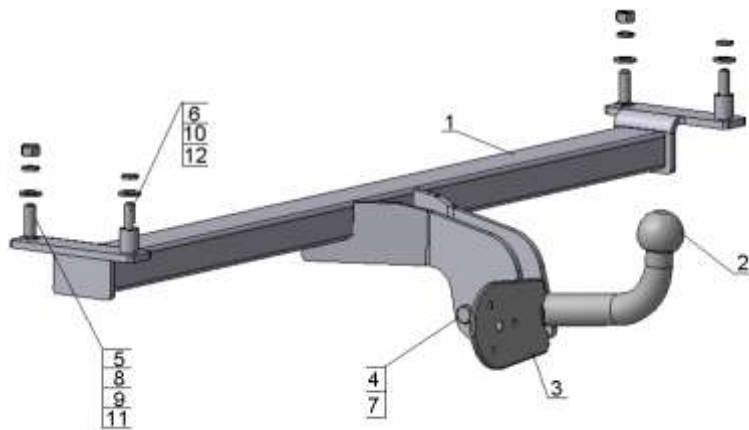

Рис.1
- в соответствии с рис.1 через вентиляционные отверстия закрепить ТСУ крепежными элементами поз.5,8,9,11;